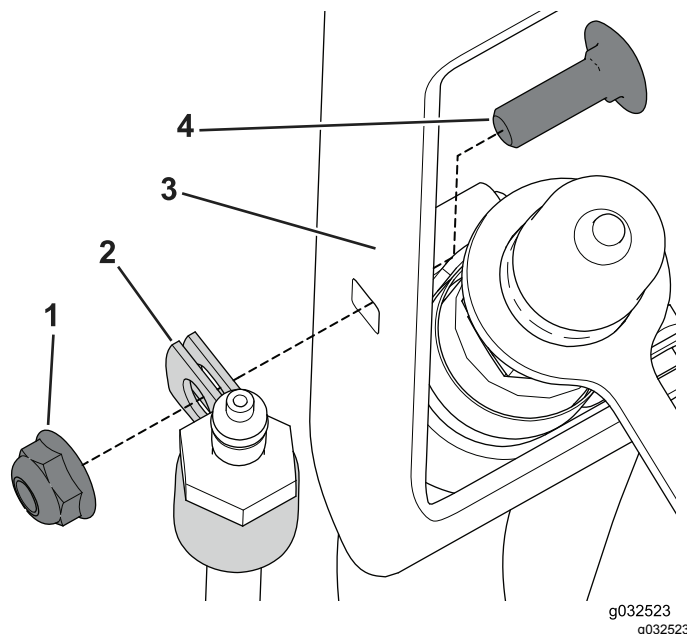

Figura 36
1. Posicione o grampo em R em torno do conector do tubo (Figura 36).
2. Utilize o parafuso de carroçaria (1/4 pol. x 3/4 pol.) e a porca para prender o grampo em R ao suporte do tubo (Figura 36).